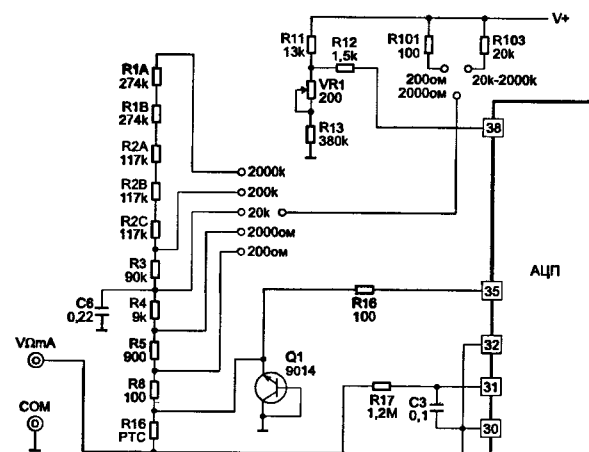

Рис. 6. Упрощенная схема мультиметра в режиме измерения сопротивления
Упрощенная схема мультиметра в режиме измерения сопротивления представлена на рис. 6. В режиме измерения сопротивления используется зависимость, выраженная формулой (2). На схеме видно, что один и тот же ток от источника напряжения +U протекает через опорный резистор $R_{оп}$ и измеряемый резистор R_x (токи I_{35} , I_{36} , I_{30} и I_{31} пренебрежимо малы) и соотношение $U_{вх}$ и $U_{оп}$ равно соотношению сопротивлений резисторов R_x и $R_{оп}$. В качестве опорных резисторов используются $R1...R6$, а в качестве токозадающих используются $R10$ и $R103$. Защита АЦП обеспечивается терморезистором $R18$ (в некоторых дешевых моделях используются обычные резисторы номиналом $1...2$ кОм), транзистором $Q1$ в режиме стабилизатора (устанавливается не всегда) и резисторами $R35$, $R16$ и $R17$ на входах 36 , 35 и 31 АЦП.